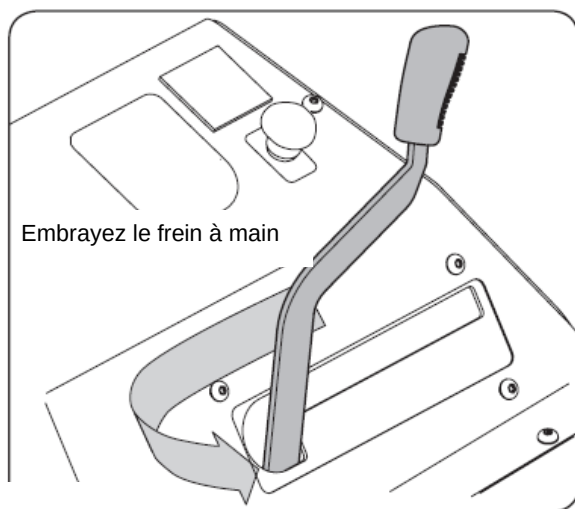

Figure 5-1
2. Enclenchez le frein à main. Référez-vous à la Fig. 5-1.
3. Assurez-vous que l'interrupteur de la PDF soit en position (basse) désengagée. Référez-vous à la Fig. 5-1.